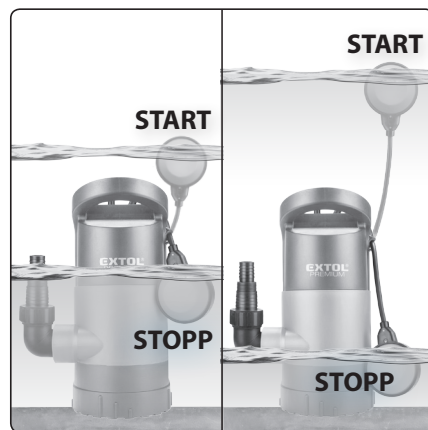

Abb. 4, Darstellung der Schwimmerschalterfunktion
- Das Funktionsprinzip des Schwimmerschalters ist in Abb. 4 an einem anderen Pumpenmodell dargestellt. Der Motor läuft, wenn der Schwimmerschalter durch den entsprechenden Wasserspiegel im Verhältnis zur eingestellten Kabellänge des Schwimmerschalters angehoben ist. Sinkt der Schwimmerschalter zum Pumpengehäuse durch Rückgang des abgepumpten Wasserspiegels, wird der Motor abgeschaltet. Die Funktion des Schwimmerschalters ist so eingestellt, dass bei der maximalen eingestellten Länge des Schwimmerschalterkabels das Wasser nicht voll ausgepumpt werden kann, damit die Pumpe vor Trockenlauf geschützt ist.